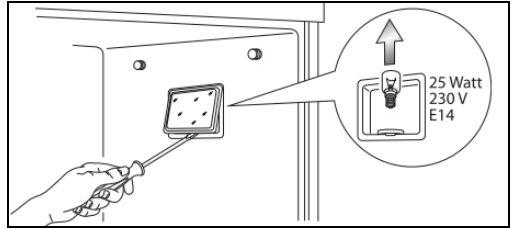

Abb. 11
- Öffnen Sie die Abdeckung (Abb. 11) der Innenbeleuchtung und ziehen Sie die defekte Lampe heraus. Schrauben Sie die neue Lampe ein und befestigen Sie die Abdeckung. Setzen Sie anschließend die Auflageschienen ein und schrauben Sie diese fest.